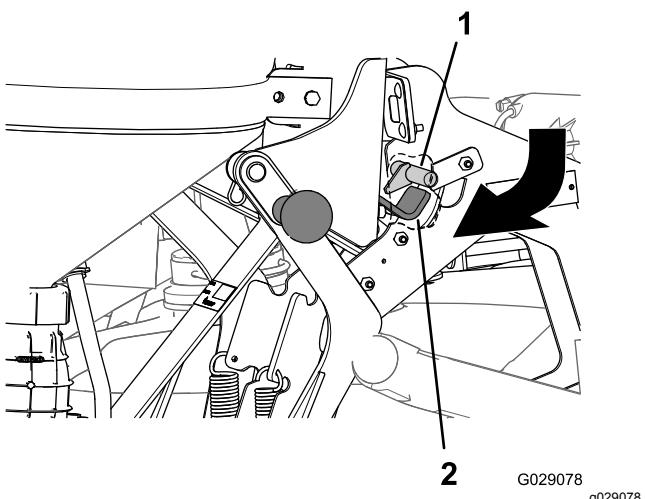

図 38
がす 図 38。
3. クレードル上部のハンドルを押し込んで、ラッチのフック部分をメインサポートフレームのラッチロッドの後ろに合わせる 図 38。